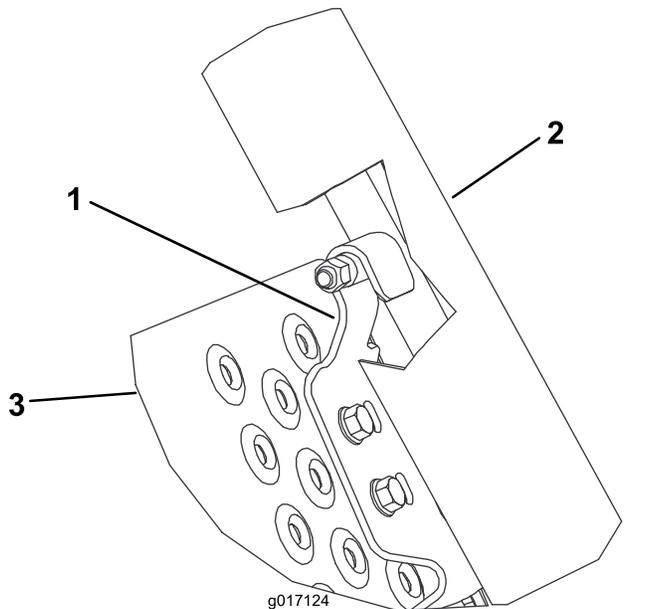

Figura 4
7. Instale um parafuso de cabeça sextavada (5/16 x 2 1/2 pol.) através de cada um dos furos centrais nas rampas de carga e através dos dois tubos de borracha (Figura 4).
1. Posicione um suporte de bloqueio em cada lado da rampa de forma a que alinhe com o lado inferior das rampas de carga, engate com os tubos de borracha nas rampas de carga e alinhe com os furos na rampa (Figura 2 e Figura 4).
2. Monte, sem apertar, cada suporte de bloqueio na rampa com parafusos de cabeça flangeada (5/16 pol. x 3/4 pol.) e porcas flangeadas (Figura 2 e Figura 4).
3. Eleve e bloqueie a rampa. Ajuste os suportes de bloqueio de forma a que engatem nos tubos de borracha e aperte os parafusos e porcas flangeados (Figura 2 e Figura 4).